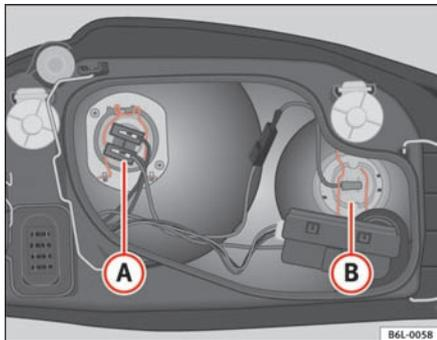

Fig. 151 Lámpara luz de cruce
- Extraiga el conector del cable de la lámpara ① ⇒ fig. 151.